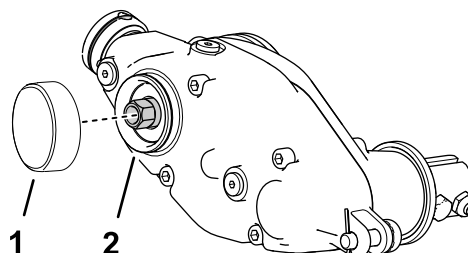

Рисунок 9
- Нанесите герметик средней степени фиксации для цилиндрических поверхностей (такой как зеленый Loctite 609®) вокруг канавки стопорного кольца и на поверхность по наружному диаметру (Рисунок 9).
- Установите крышку, как показано на Рисунок 9.